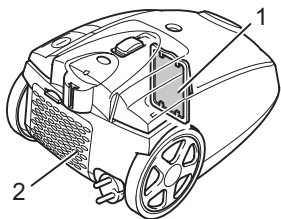

Abb. 22
■ **Motorschutzfilter (Abb. 22/1)** verhindert bei defektem Staubfilterbeutel, dass größere Partikel den Motor zerstören.
■ **Hygiene-Ausblasfilter (Abb. 22/2)** filtert feinste Partikel aus der ausgeblasenen Luft.